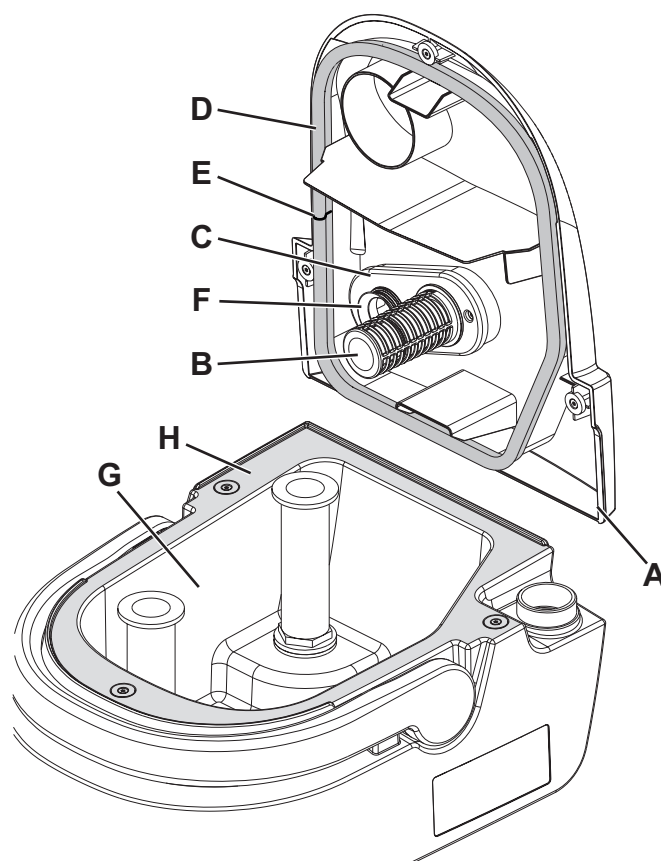

Figure 11
1. Soulever le bac des réservoirs (13) du corps de la machine en utilisant la poignée (15).
2. Enlever le couvercle (A, fig. 11) et le laver à l'eau et au détergent.
3. Démontez la grille d'aspiration (B) avec le flotteur et les nettoyer soigneusement.
4. Si besoin est, démonter le corps (C) puis nettoyer avec soin et remonter.
5. Contrôler l'intégrité du joint d'étanchéité (D) du couvercle du réservoir de l'eau de récupération.
*Le joint d'étanchéité (D) permet la création d'une dépression dans le réservoir, nécessaire à l'aspiration de l'eau de récupération.*